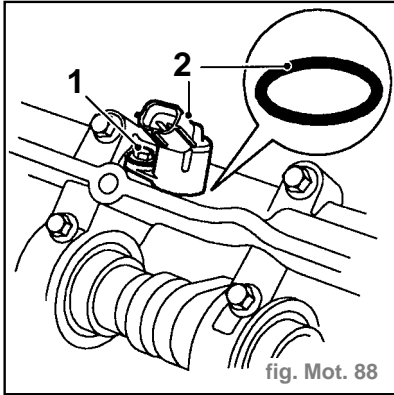

fig. Mot. 88
- Enlever le boulon maintenant le capteur d'arbre à cames sur la culasse (1) (fig. Mot. 88).